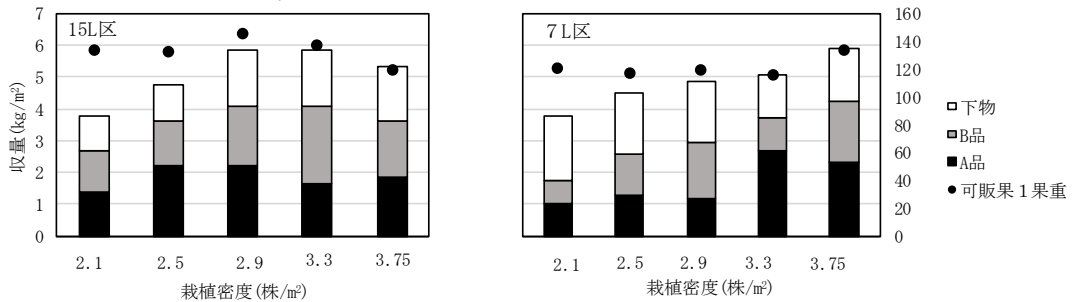

図2 栽植密度がm²あたり収量に及ぼす影響
3. m²あたり収量は、15 L区では2.9株区と3.3株区、7 L区では3.75株区で多かった(図2)。可販果1果重は、15 L区では2.9株区で最も大きく、次いで3.3株区で大きかった。7 L区では3.75株区で大きかった。